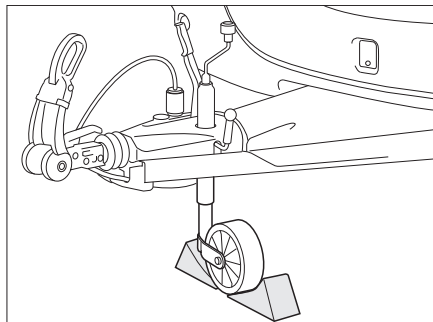

Bild 186 Säkra stödhjulet
- Ställ stödhjulet tvärs mot färdriktningen och säkra det med lämpliga hjälpmedel (Bild 186).